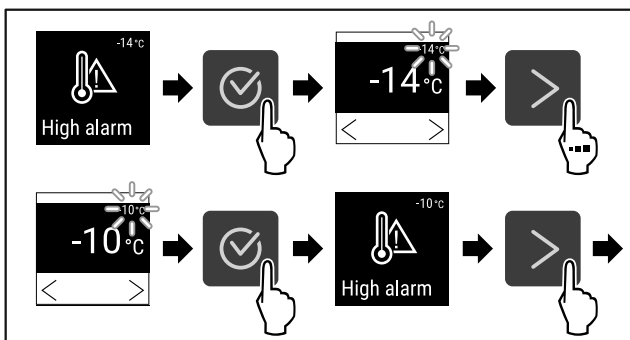

Fig. 132
- ▶ Følg anvisningene (se Fig. 132).